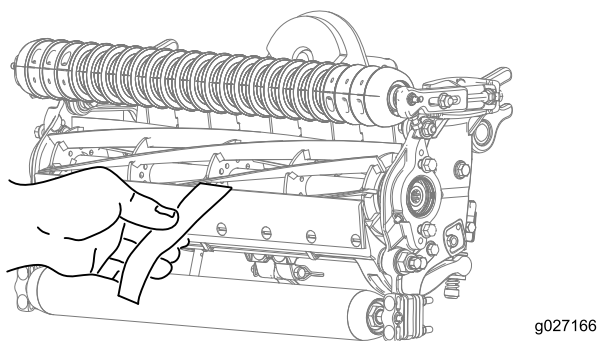

图13
10. 在滚刀与底刀间插入一长条剪切性能纸（Toro 零件号 125-5610），纸要与底刀垂直，检测剪切性能（图13）。缓慢向前旋转滚刀；滚刀应剪切检测纸。